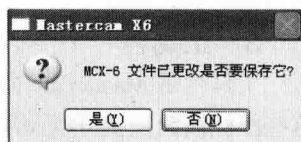

图 1-2 是否保存文件
如果当前图形经修改又尚未存盘，系统弹出图 1-2 所示对话框，询问用户是否保存所做改动？单击【是 (Y)】按钮表示保存所做改动，单击【否 (N)】按钮表示放弃保存，只有当用户做出明确选择后，才能退出系统。